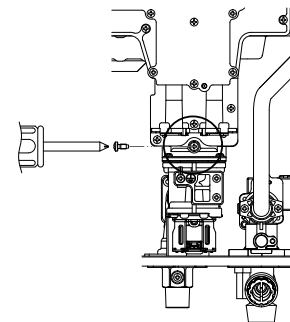

Fig.3
7. Conecte el manómetro digital al punto de prueba ubicado en la válvula de gas (Fig.3).